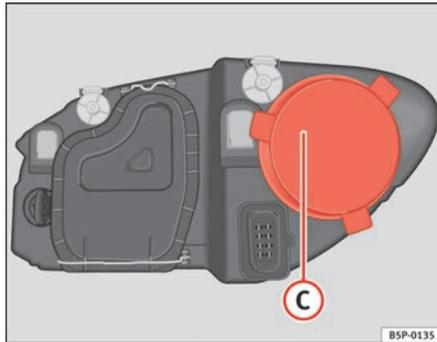

Fig. 183 Feux de route
- Retirez le cache ⇒ fig. 183 ① en tirant dessus.